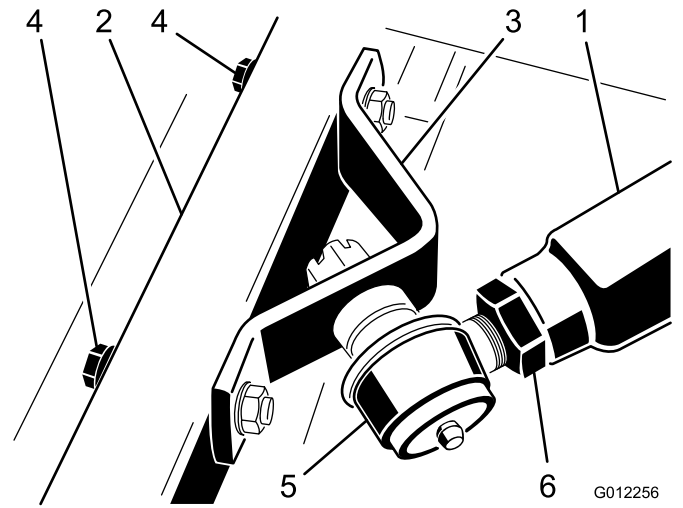

Figura 22
5. Peça ajuda a uma pessoa para pressionar o braço direito enquanto remove os parafusos, anilhas chatas e porcas de bloqueio que prendem a rótula esférica ao braço da roda giratória da unidade de corte (Figura 22). O ajudante pode agora, cuidadosamente, permitir o movimento ascendente do braço, que gradualmente libertará os 45 kg de força da mola.
3. Peça a outra pessoa que pressione o braço direito para baixo até que os furos da rótula esférica fiquem alinhados com os furos do braço da roda giratória (Figura 22).